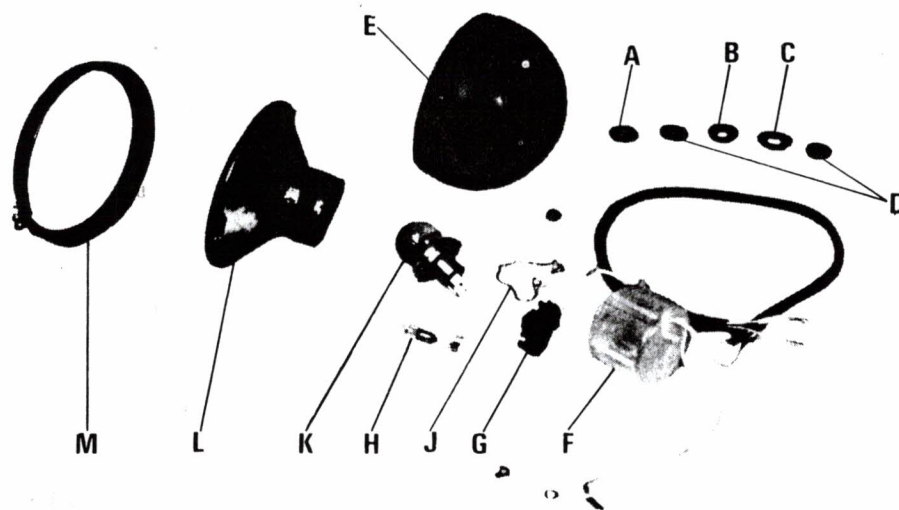

Figure 47. — Projecteur du type étanche (vue éclatée)
2) *Projecteurs du type étanche* (fig. 47 ci-après) [montés depuis le véhicule n° 10461].